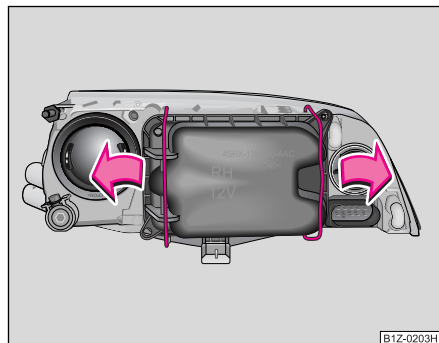

Fig. 217 Desmontaje de la cubierta para la luz de posición y de cruce
- Presione el estribo de alambre a un lado en el sentido de la flecha y desmonte la cubierta ⇒ fig. 217.